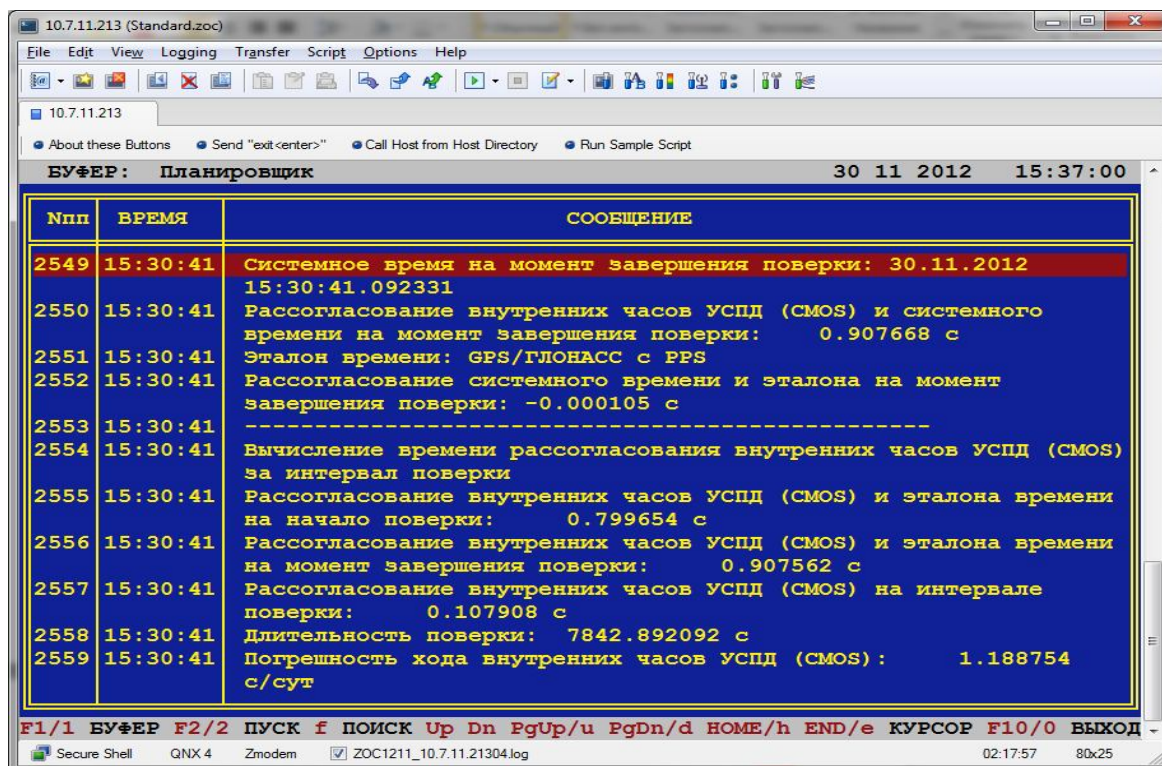

Рисунок 47
6.5.2.10. После завершения поверки в «Консоле планировщика» (рисунок 47) отображается время окончания поверки, рассогласования системного времени и времени CMOS часов, а также погрешность хода CMOS часов на интервале времени поверки и погрешность хода CMOS часов за сутки. Кроме того имеется подтверждение, что данные получены в режиме синхронизации с NTP сервером.